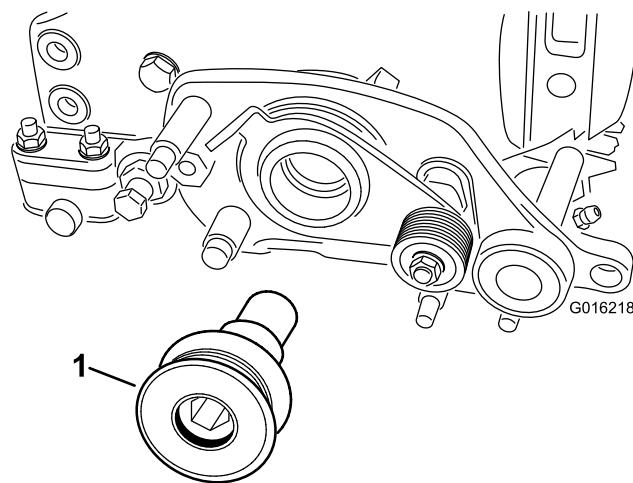

図 12
3. グルーミング駆動プーリ 図 12 を 170 N·m 17.3 kg·m = 125 ft·lb にトルク締めする。
2. リールシャフトにグルーミング駆動プーリを固定する 図 12。